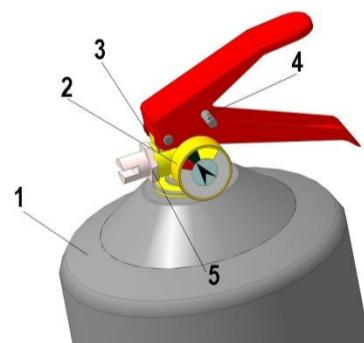
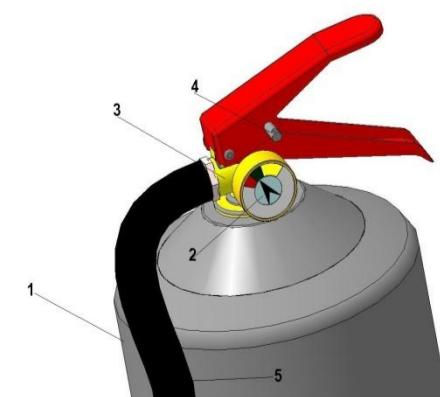

Рис. 1
Рис.2
3.1. Огнетушитель состоит из корпуса 1 наполненного огнетушащим порошком, индикатора давления 2, запорно-пускового устройства (ЗПУ) 3, чеки 4, насадка 5 (рис.1). Огнетушители с массой ОТВ более 3 кг оснащены гибким шлангом (рукавом) (рис.2).
- расположить огнетушитель вертикально, насадком 5 (рис.1) в направлении очага пожара. В моделях огнетушителя оснащенных рукавом, удерживая рукав 5 (рис.2), направить его на очаг пожара;